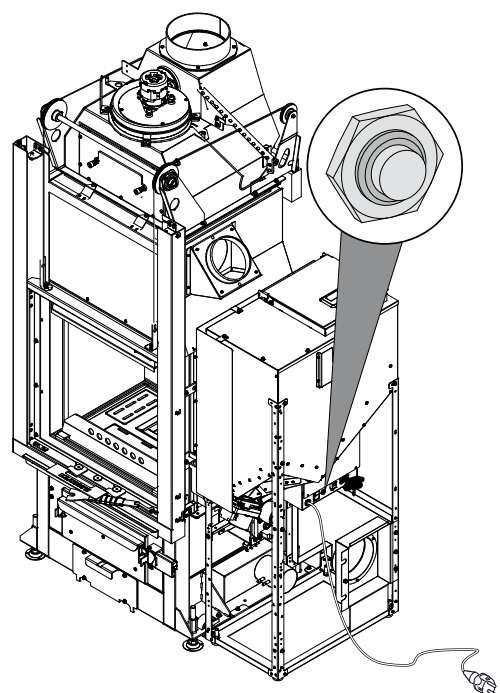

Fig. 5.2
- Durante la limpieza, pulsar cinco segundos el microinterruptor (Fig. 5.2) manteniendo cerrada la puerta del hogar.